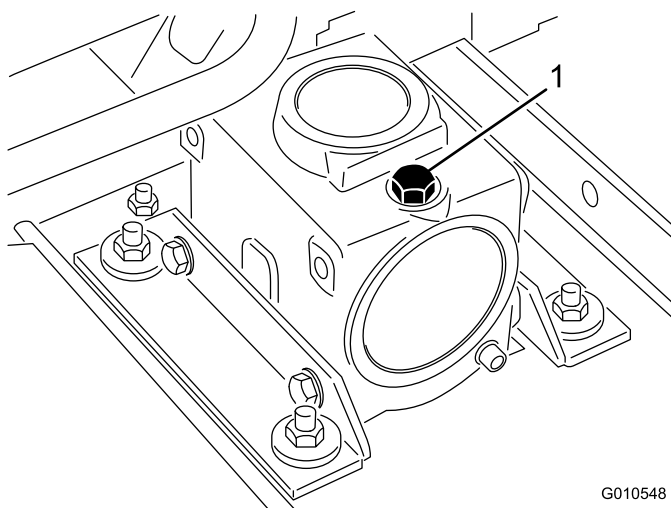

Figura 16
2. Coloque la máquina y la unidad de corte en una superficie nivelada y baje la unidad de corte. Retire la varilla/ tapón de llenado de la parte superior de la caja de engranajes (Figura 16) y asegúrese de que el lubricante está entre las marcas de la varilla. Si el nivel de lubricante es bajo, añada suficiente lubricante SAE 80-90 para que el nivel quede entre las marcas. Como alternativa, puede utilizarse lubricante para engranajes sintético SAE 80-90.